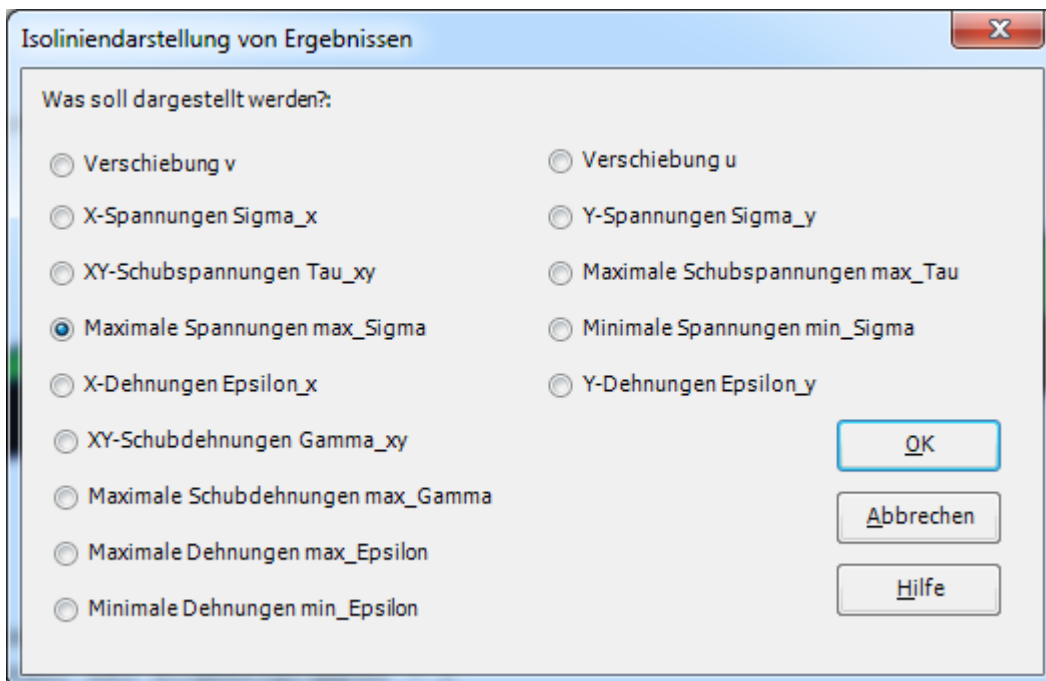

Bild 5.36 Optionsfeld "Isoliniendarstellung von Ergebnissen"
- Wählen Sie "Isolinien" aus dem "Ergebnisse"-Menü. Das folgende Optionsfeld im Bild 5.36 erscheint